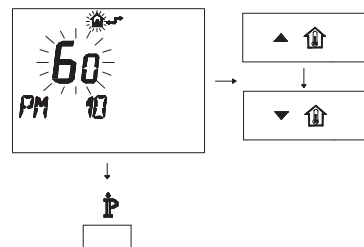

Figura 5.59
- Para modificar el punto de consigna programado use los botones ▲ ⏮ o ▼ ⏭ y espere a que el número programado comience a parpadear (Figura 5.59).